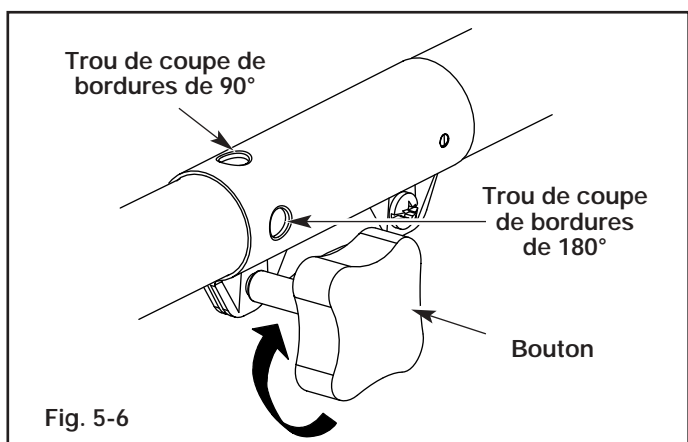

Fig. 5-6
3. Serrez le bouton en le tournant à droite (Fig. 5-6).
Pour couper les bordures à l'aide de la tête d'accessoire de coupe sur les modèle EZ-Link^{MD}, verrouillez le bouton de déclenchement de l'accessoire de coupe dans le trou de 90° ou de 180° (Fig. 5-6).